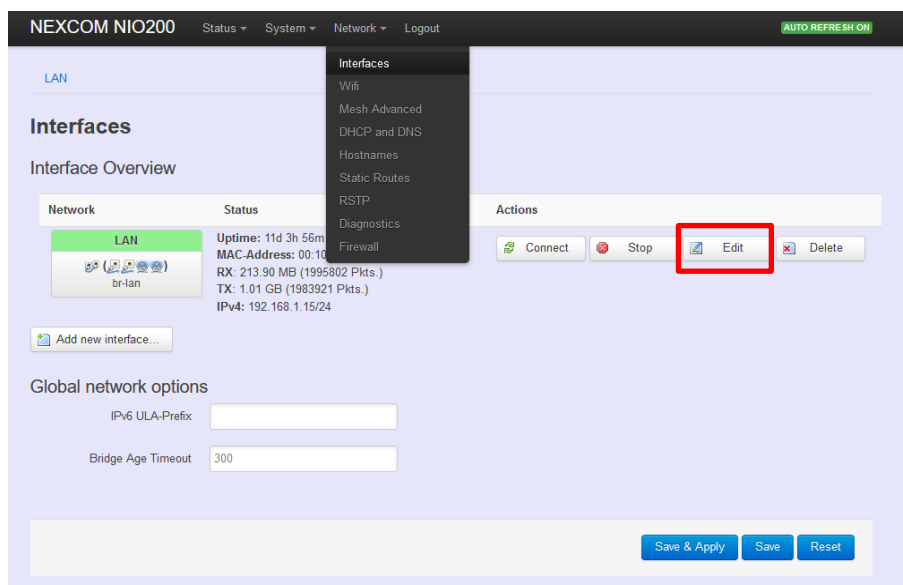
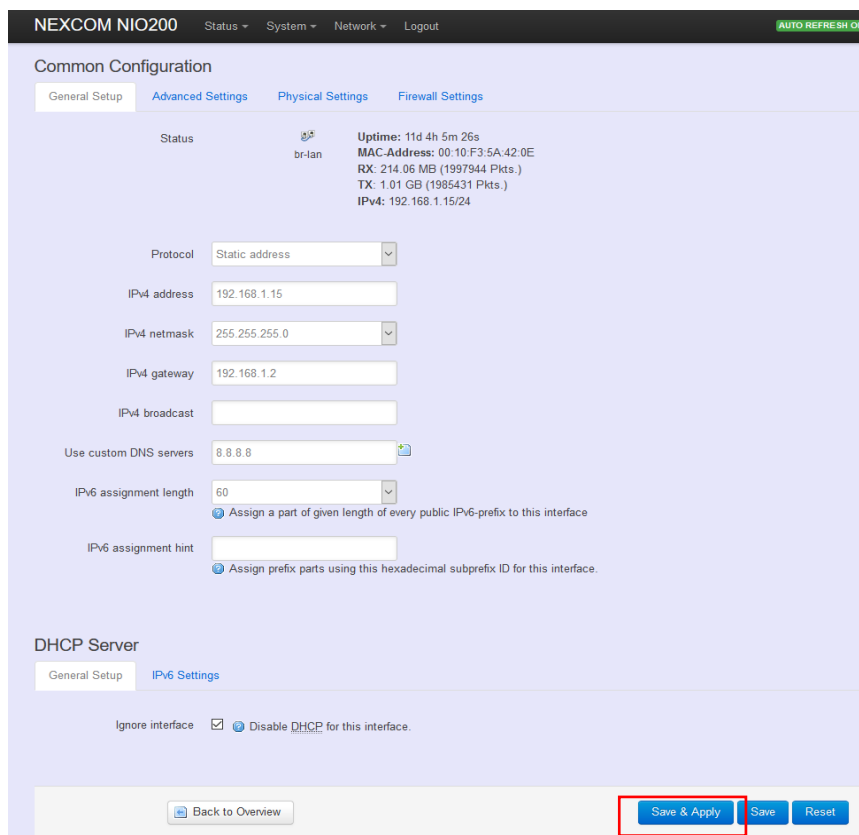

Figura 15.2 – A interface LAN pode ser configurada
Figura 15.3 – Alteração do IP
O endereço IP pode ser verificado ou alterado, mesmo após a conclusão do assistente de configuração INTREPID (**INTREPID Configuration Wizard**). Vá em Rede -> Interfaces (**Network -> Interfaces**). O usuário deve clicar em Editar (**Edit**), como na Figura 15.2. Isso abrirá a página Configuração Comum (**Common Configuration**) onde o endereço IP pode ser alterado, semelhante à Figura 15.3. Após a modificação, o usuário deve clicar em Salvar e Aplicar (**Save & Apply**) ou Salvar (**Save**).
2. Navegue até Rede -> Interfaces (**Network -> Interfaces**), Figura 15.2,